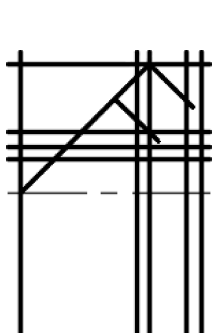

图 14-43 偏移斜线 2
(5) 偏移斜线 2。单击“默认”选项卡“修改”面板中的“偏移”按钮 ，将第 (4) 步绘制的斜线 2 向下偏移 10.03，结果如图 14-43 所示。